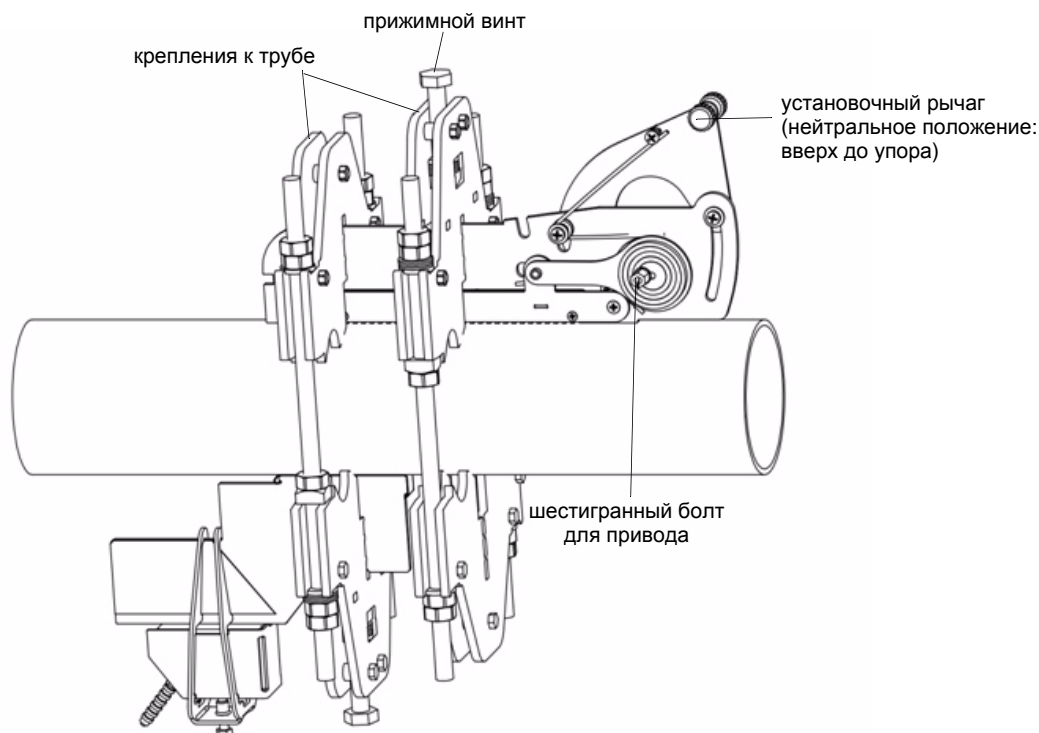

Рис. 4.2: Установленный автоматический инструмент WI
- Вставьте автоматический инструмент WI в прорези для стыковочной пластины крепления к трубе так, чтобы прижимная поверхность находилась под прижимным винтом. Проследите, чтобы установочный рычаг при этом находился в нейтральном положении (смотри Рис. 4.2).